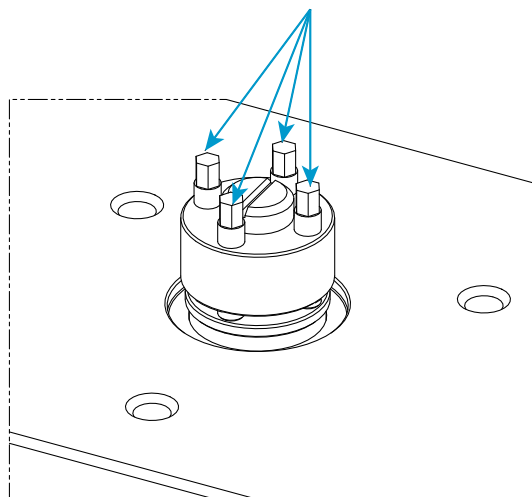

図20. メカニカル テンショナー アセンブリ
10. メカニカルテンショナーキットに付属の対応する 5mm 六角ドライブソケット (67-4-29) と一緒にトルクレンチ (80-9-11) を使用して、以下の手順に従ってメカニカルテンショナー上の 4 本の位置決めねじ (図 20 に示す) を 14 N-m (10.3 ft-lb) まで締めます。